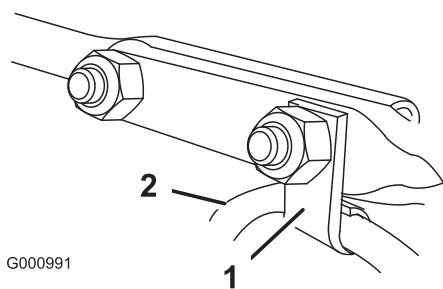

Figure 12
6. Insérez le serre-câble qui supporte le câble du déflecteur sur le boulon avant et fixez les boulons au moyens de contre-écrous fournis dans le sachet de pièces détachées (Figure 12).